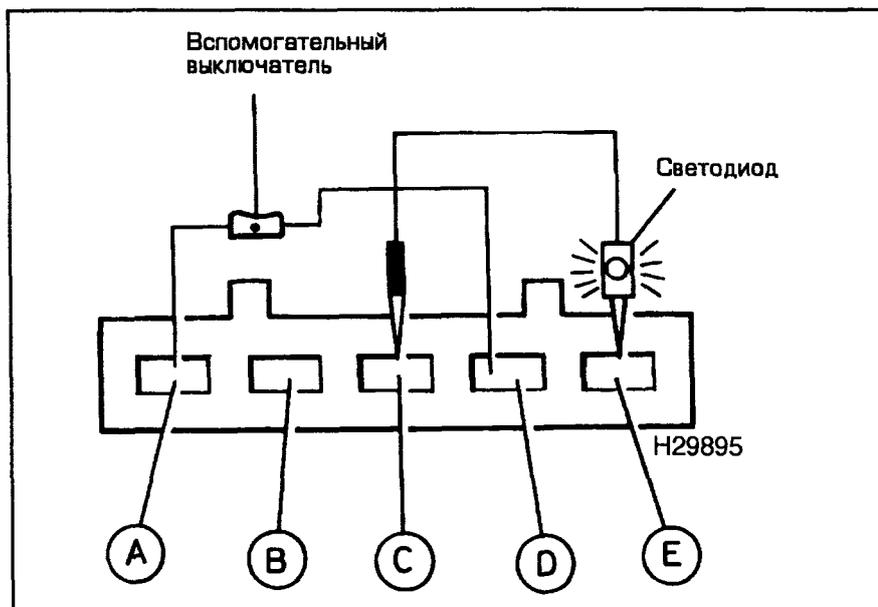

Рис. 31.2. Гнезда диагностического разъема
- 1 Подключите вспомогательный выключатель к клеммам А и D диагностического разъема (см. рис. 31.2).